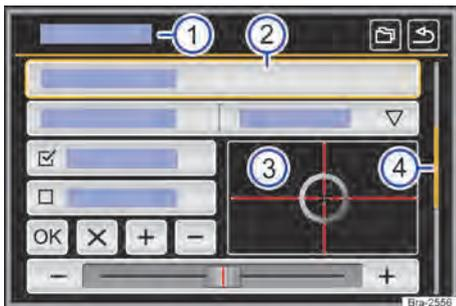

Fig. 100 Representação esquemática: vista geral das possíveis superfícies de função no display.
O aparelho está equipado com um touchscreen (tela de toque) → Fig. 100 ③.
As superfícies de função iniciam funções ou abrem outros submenus. Em submenus é indicado, na linha do título, o menu atualmente selecionado → Fig. 100 ①.